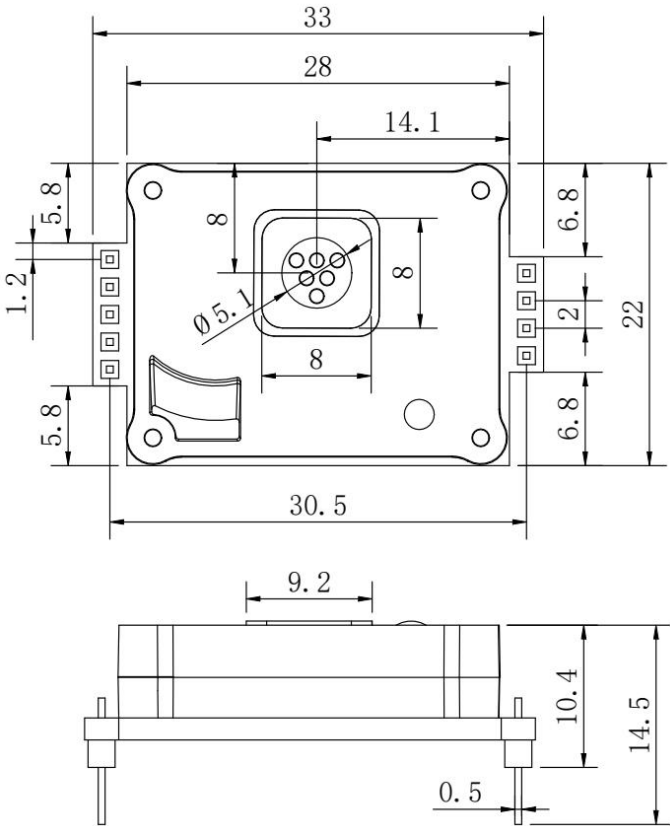

图4. ACD3100尺寸图（单位：mm；未标注公差±0.5mm）
- (1) 用户切勿拆解传感器，以防出现不可逆破坏。
- (2) 手动校准时，传感器须在稳定的已知 CO2 浓度的气体环境中连续工作 20 分钟以上。
- (3) 手动校准模式下，建议校准周期不大于 6 个月。
- (4) 设备进风口和出风口开孔尺寸应不小于传感器进风口（如图 4 中边长为 8mm 的方形窗口所示）开孔尺寸。
- (5) 传感器应远离热源，并避免阳光直射或其他热辐射。
- (6) 请勿在粉尘密度大的环境长期使用传感器。
- (7) 禁止对传感器使用波峰焊。使用烙铁焊接时，温度应设置在 350℃以下，焊接时间须小于 3s。
- (8) 建议客户采用焊接插座的方式安装传感器以便维护。
- (9) 出厂传感器的数据已经过检测且数据一致性良好，请勿以第三方检测仪器或数据作为对比标准。如用户希望测量数据与第三方检测设备一致，可根据实际测量结果进行数据校准。
- (10) 已对传感器 PCB 采取防潮处理，涂胶采用有机硅灌密封胶或者丙烯酸三防漆，厚度不低于 0.15mm，使用过程中请注意保护涂层。